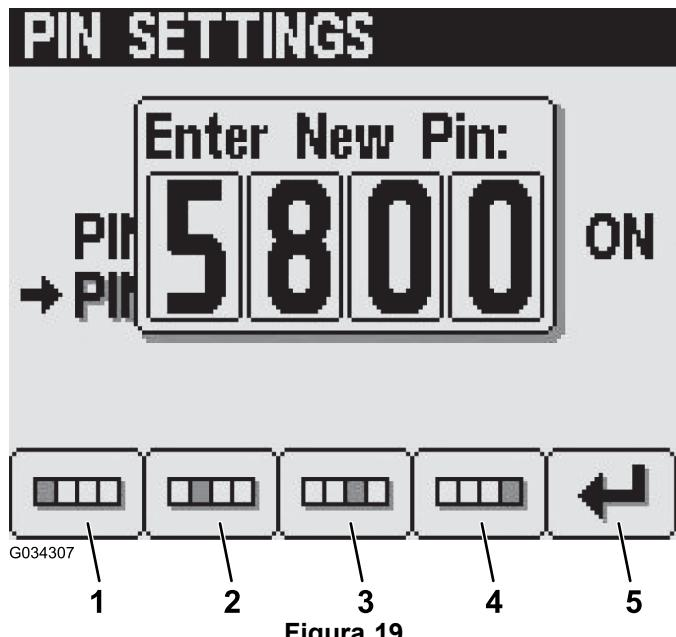

Figura 19
- Introduza o seu novo PIN utilizando os botões 1 a 4 e prima o botão 5 quando terminar o novo PIN (Figura 19).